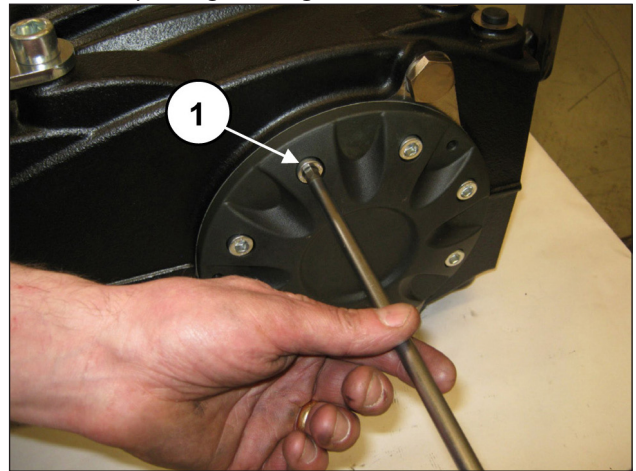
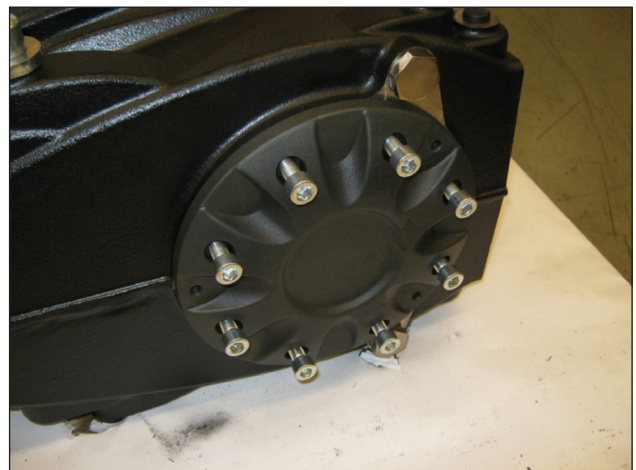

Fig. 26
Fig. 27
De l'autre côté, dévisser les vis de fixation du couvercle du coussinet (rep. ①, Fig. 26 et Fig. 27).